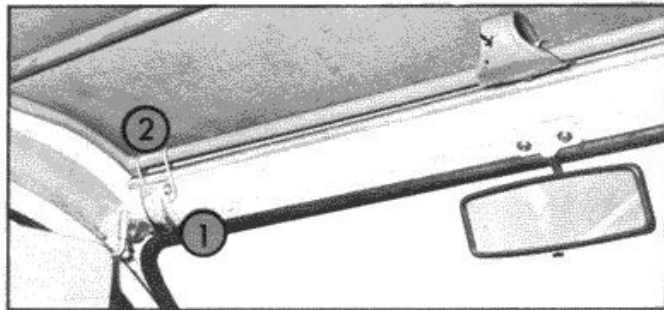

Fig. 31] Ouverture avant de la capote
Fig. 31 à 33
- Le verrouiller au moyen des crochets de maintien (**Rep. 2**, Fig. 31).